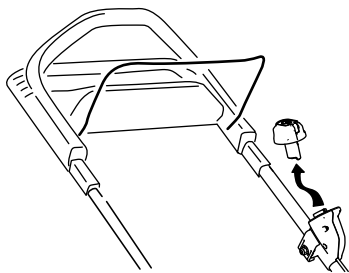

Figure 19
- Retirez le bouton de démarrage électrique (Figure 19).